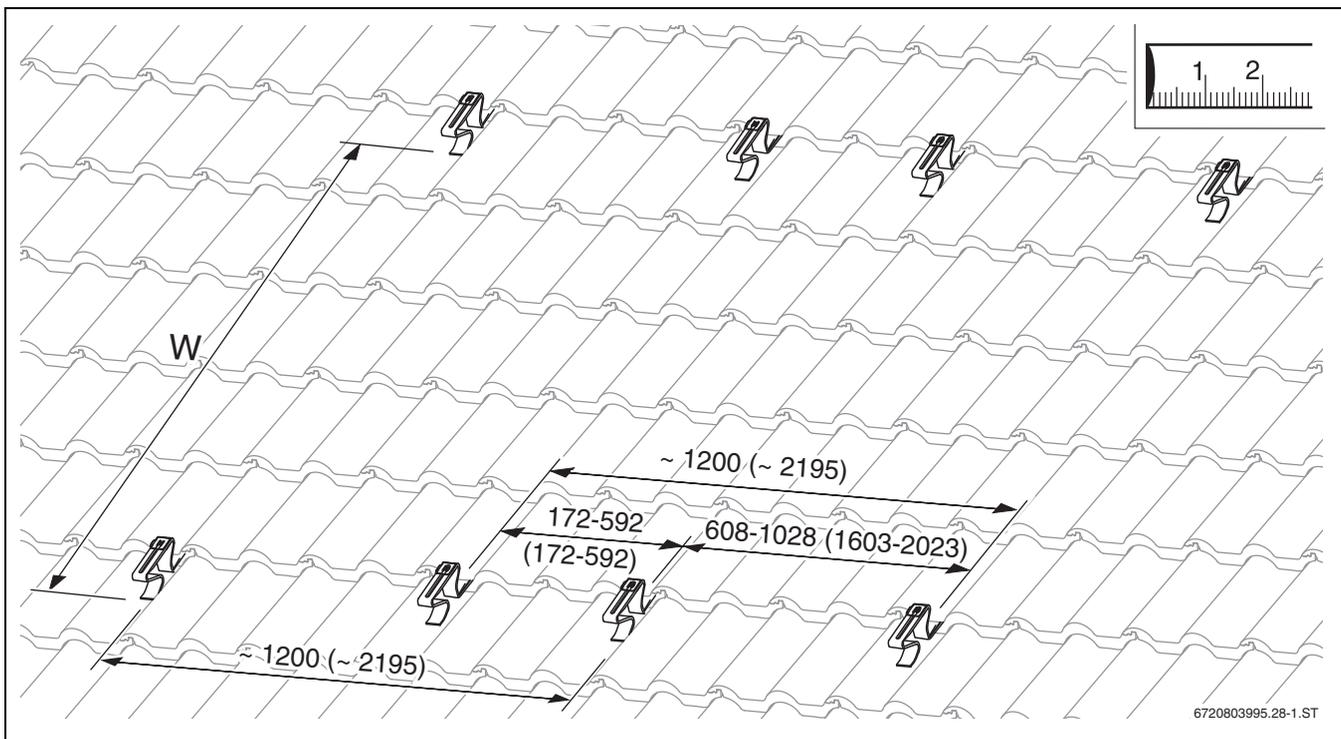

Fig. 21 Ganchos de tejado para dos colectores (las dimensiones en paréntesis de refieren a colectores horizontales; dimensiones en mm)
- Establecer las posiciones del gancho de tejado y transferir al tejado (→ fig. 21).